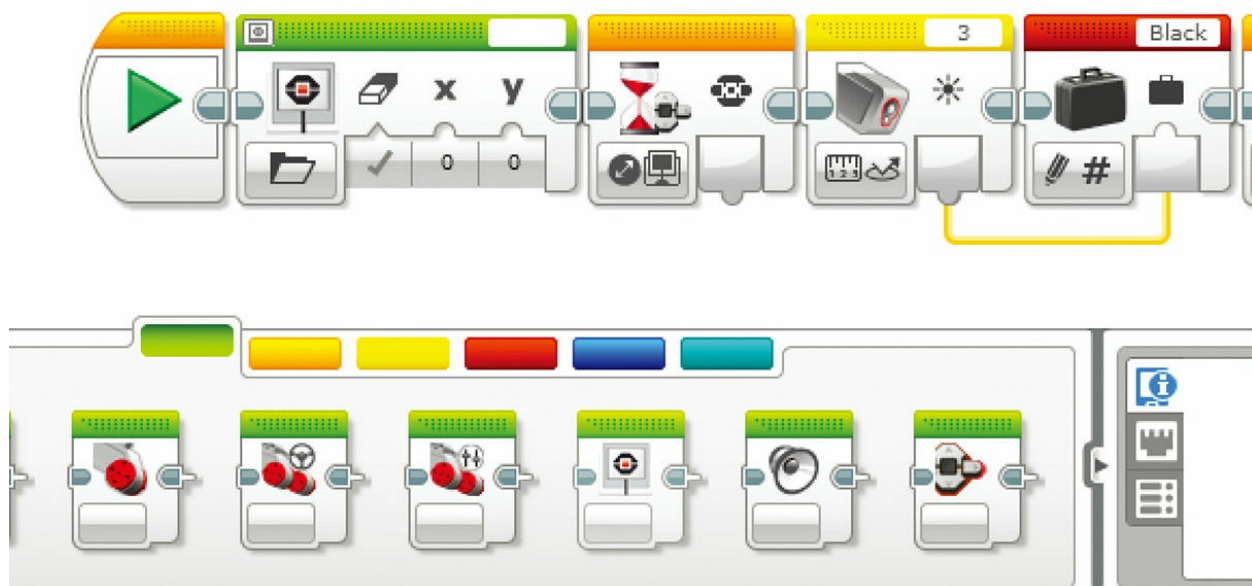

图8.25 拖曳一个显示模块到序列
1. 拖曳一个显示模块到画布并放到开始模块的后面，如图8.25所示。